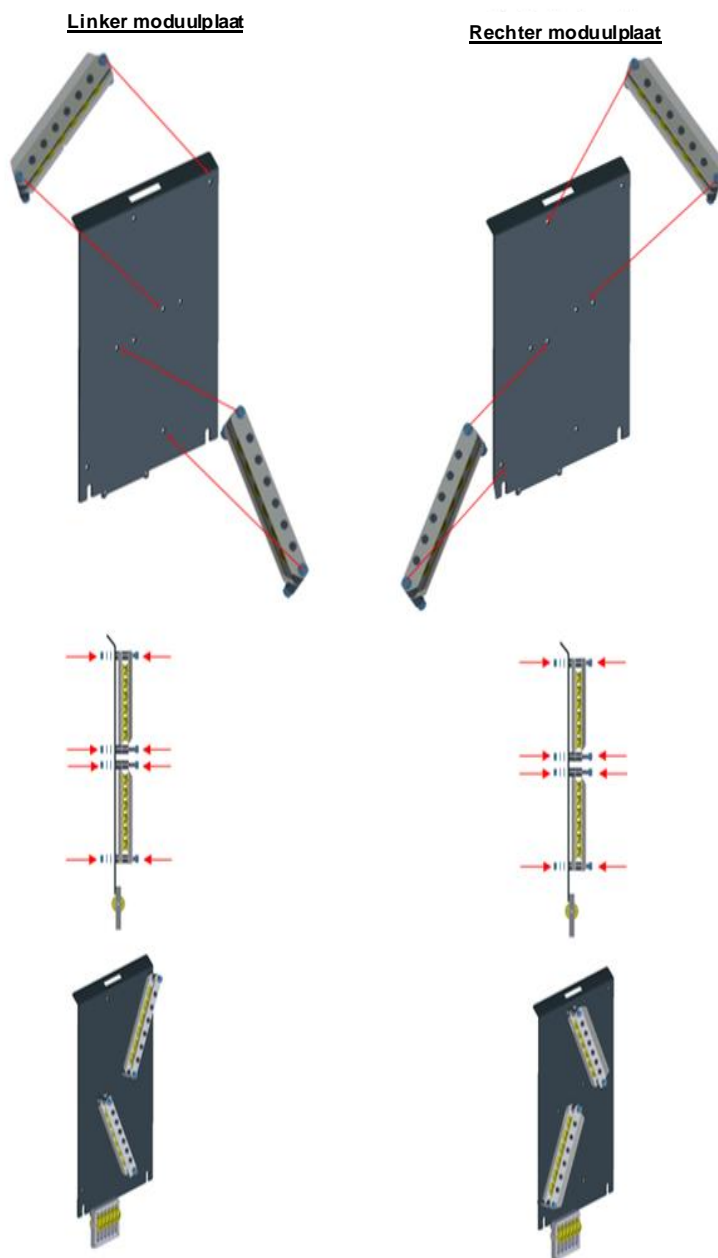

Fig. 10: Montage afbuigingen extra moduul
1. De afbuiging voor het extra moduul (XL) wordt bevestigd zoals weergegeven in Fig. 10. Hierbij moet in acht worden genomen of de ombuiging voor de rechter- of linkerzijde nodig is.